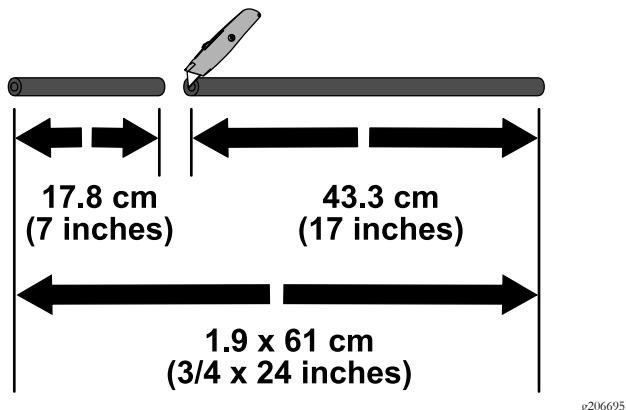

图4
1. 从软管 1.9 x 61cm 端部起测量出 17.8cm 并标记该位置 图4。